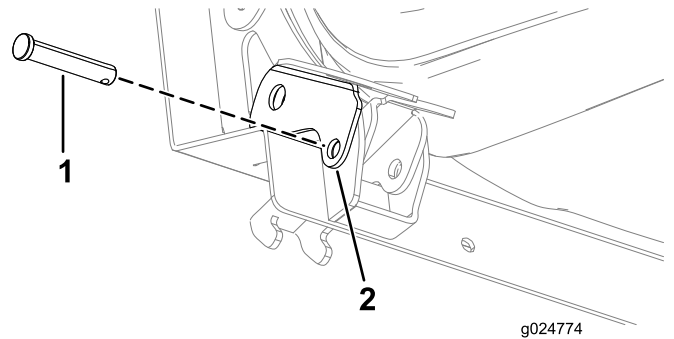

図 58
6. クレビスピンを内側に更に押し込んで座席ラッチの穴に通す 図 58。